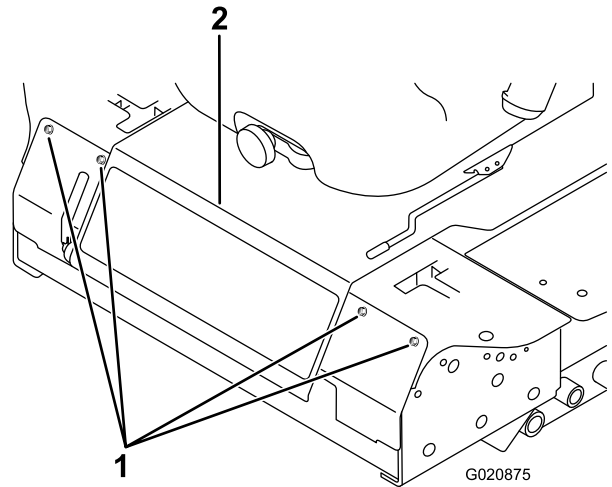

Figura 54
- Afloje los pernos del panel delantero y retire el panel (Figura 54).